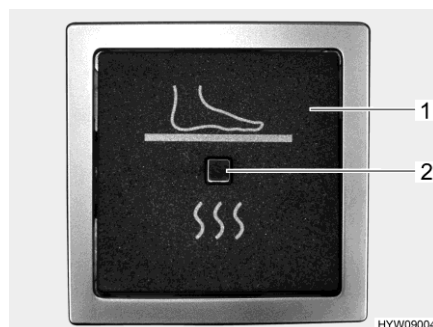

Fig. 112 Interruttore (riscaldamento elettrico del pavimento)
- Premere l'interruttore a bilico (Fig. 112,1). La spia di controllo nell'interruttore (Fig. 112,2) si accende.
- Premere l'interruttore a bilico (Fig. 112,1). La spia di controllo (Fig. 112,2) nell'interruttore si spegne.